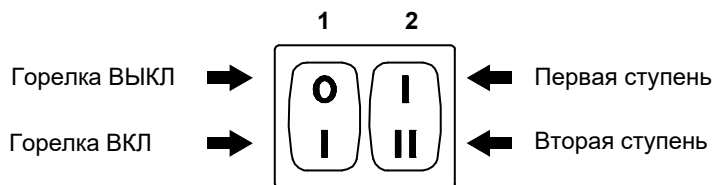

рис. 28
- переключатель 1)(рис. 28) в позицию “Горелка ВКЛ”;
- переключатель 2)(рис. 28) в позицию “Первая ступень”.
МАКСИМАЛЬНАЯ мощность должна быть выбрана в пределах диапазона мощностей, указанного на стр. 9. В описании выше мы оставили горелку включенной на 1-й ступени. Теперь включите переключатель 2) (рис. 28) в положение 2-й ступени: серводвигатель откроет воздушную заслонку и одновременно газовый клапан на 90°.
Поверните переключатель 2) Рис. 28 на стр. 25 в положение 1-й ступени: серводвигатель 1) закроет воздушную заслонку и одновременно закроет газовый дроссельный клапан на 15° (т.е. до заводской настройки).
– Если необходимо увеличить расход, перейдите ко 2-му этапу, активировав переключатель 2) Рис. 28 на стр. 25, и слегка увеличьте угол наклона оранжевого рычага небольшими, регулярными движениями (например, переместите его от 20° до 22° - 24°....). Теперь вернитесь к 1ой ступени и измерьте расход газа.
- выключите горелку с помощью переключателя 1) Рис. 28 на стр. 25;